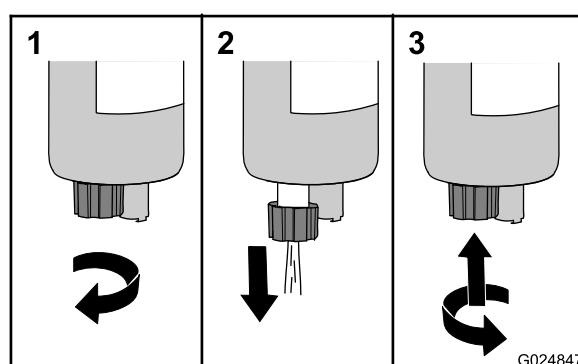

Figura 21
3. Gire a válvula de drenagem no sentido anti-horário em aproximadamente 3 e meia voltas até que a válvula caia do separador de combustível/água (Figura 21).
4. Drene a água e o sedimento do separador até que o combustível claro esteja visível (Figura 21).
5. Levante a válvula e gire no sentido horário até que esteja firme (Figura 21).